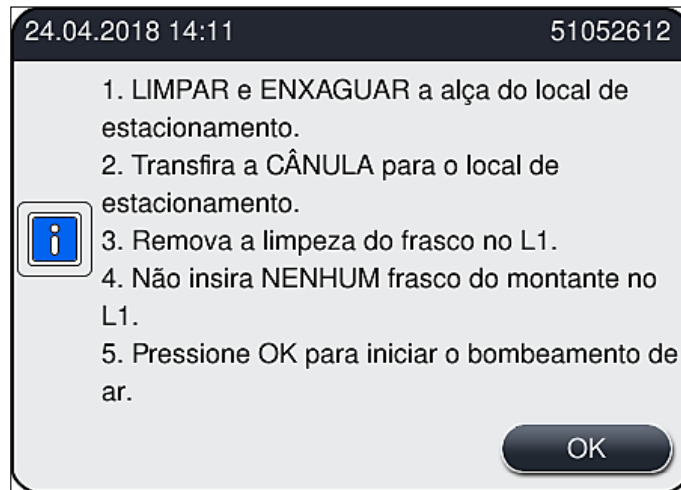

Fig. 106
4. Observe a próxima mensagem de informações que aparece (→ Fig. 106) contendo instruções e confirme com o botão **Ok**.